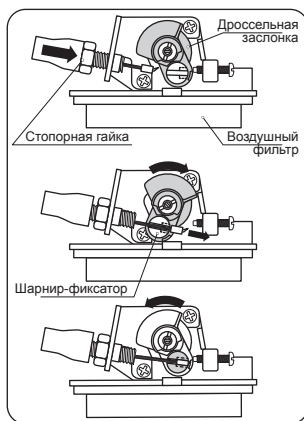

рис. 6
- Подсоедините трос к двигателю и вставьте его конец в шарнир дроссельной заслонки (Рис.6).